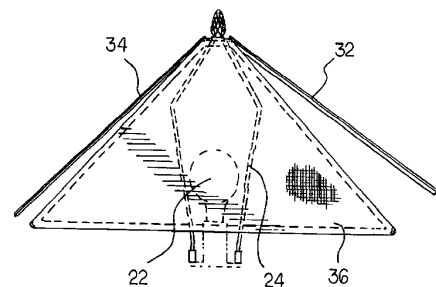

Рис.4
**Лампа с перестраиваемыми шторами** описана в патенте США 6435700 (2002 г.). Над лампой 22 (рис.4)